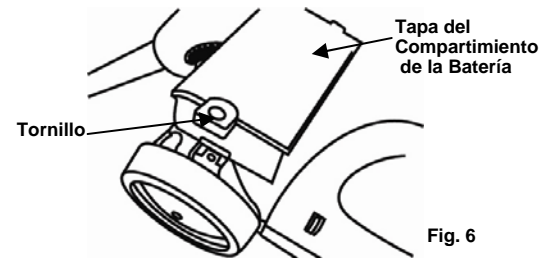

Fig. 6
3. Con un destornillador, quite el tornillo de la tapa del compartimiento de la batería y deje la tapa y el tornillo a un lado. (Fig. 6)